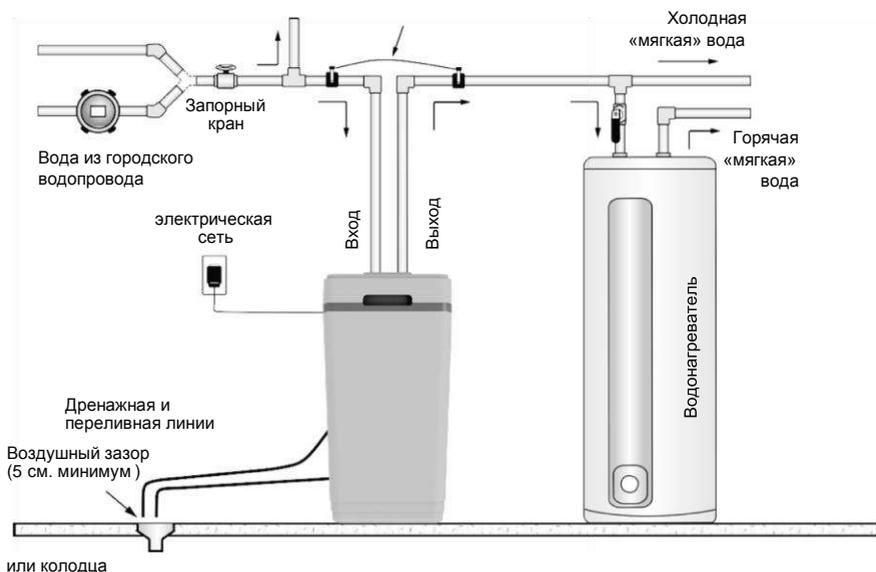

Рис. 2
- Установите умягчитель в желаемом месте, руководствуясь рис. 2. Схема на рис. 2 подходит для подвала, технического этажа и улицы.